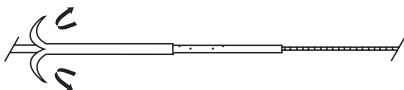

Fig. 3
- Depois do avanço inicial do cateter sobre o fio-guia, puxe o retificador para trás e remova-o para avançar o cateter. (Fig. 3)